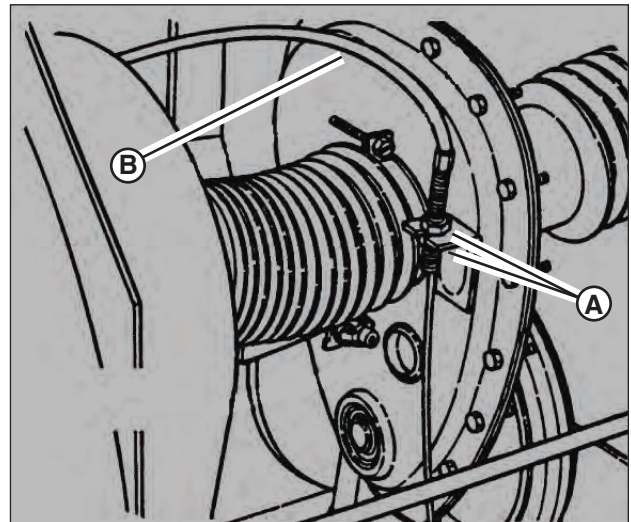

Figure 40: Écrous de réglage du câble de frein
3. Si la distance mesurée est inférieure à 1,3 cm (1/2 po) ou supérieure à 1,9 cm (3/4 po), desserrer les deux contre-écrous (A, Figure 40). Maintenir le câble d'embrayage/frein (B) contre le support de chaîne.